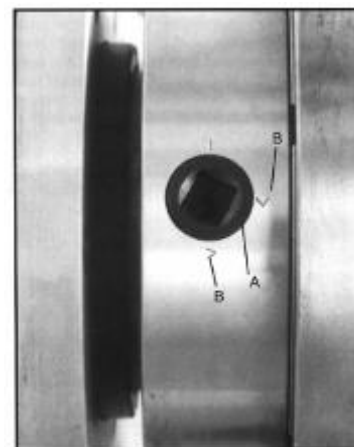

Рисунок 11
1. Придерживая патрон, поворачивайте последовательно шесть кулачковых затворов на $\frac{1}{4}$ оборота против часовой стрелки при помощи ключа для снятия зажимного патрона. Риска **A** должна совпасть с указательной риской **I** (рис.11).
5. Установите патрон на посадочное место на шпинделе. Зафиксируйте патрон, повернув кулачковые затворы на $\frac{1}{4}$ оборота по часовой стрелке. Кулачковые затворы считаются плотно закрученными, если риска **A** находится между двумя указательными рисками **B** (рис.11).